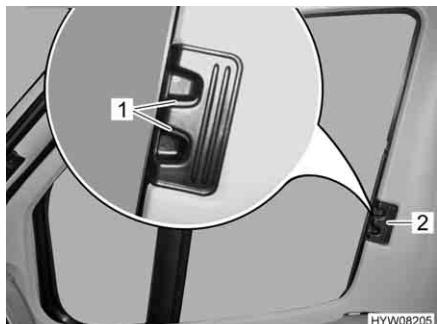

Fig. 5 Bloccaggio delle tendine oscuranti pieghevole per il finestrino del conducente/passeggero
- Inserire la tendina oscurante pieghevole per la maniglia (Fig. 5,2) fino all'arresto.
- Fare innestare le maniglie di sbloccaggio (Fig. 5,1).